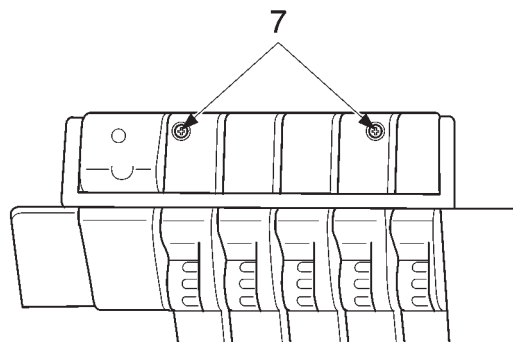

Рис. 8
- Выверните два крепежных винта 7 (рис. 8).